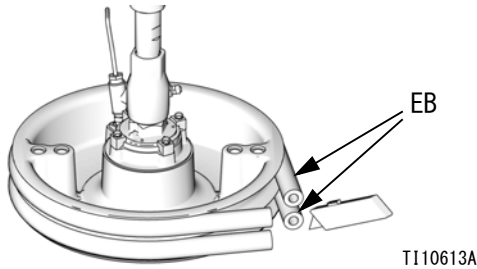

図 15
1. 磨耗または破損したワイパー (EB) を交換するには、ドラムからプラテンを吊り上げます。ドラムをベースから取り外します。プラテンから液体をふき取ります。
2. ワイパーの上端および下端をナイフで切り、プラテンから取り外します。図 15 を参照してください。